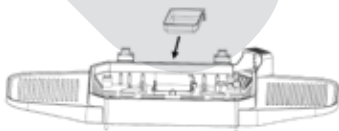

Fig. 8
9. Insérez le bac récupérateur de graisses [17] (Fig. 8). Celui-ci doit être glissé dans le corps du barbecue et il doit s'enclencher fermement. Pour retirer le bac récupérateur de graisses, vous devez appuyer légèrement dessus avec précaution, puis le retirer.